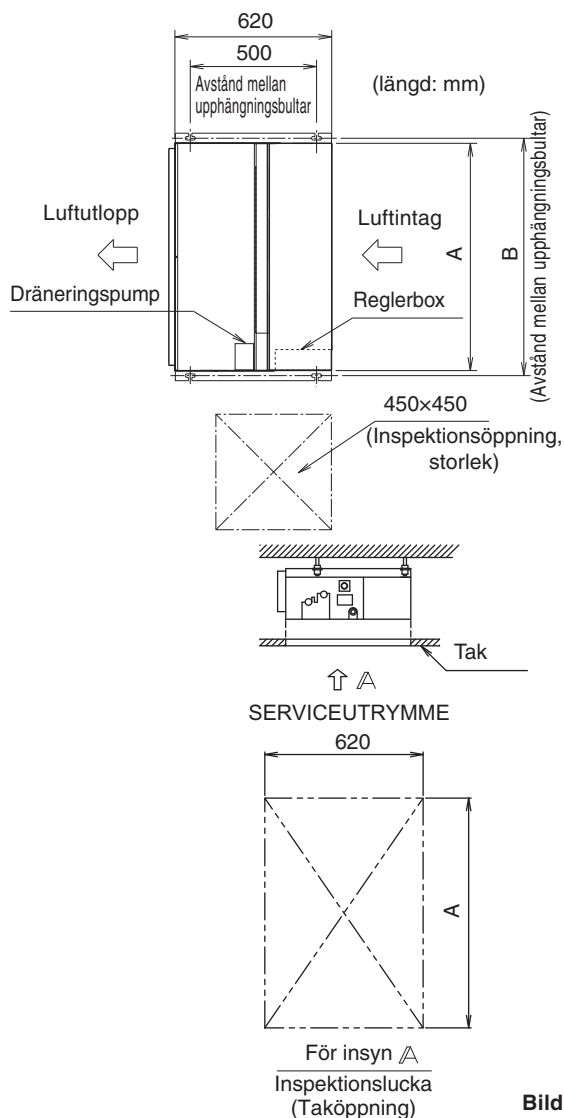

Bild 2
(1) Kontrollera placeringen av enheten i förhållande till upphängningsbultarna. (Se bild 2.)